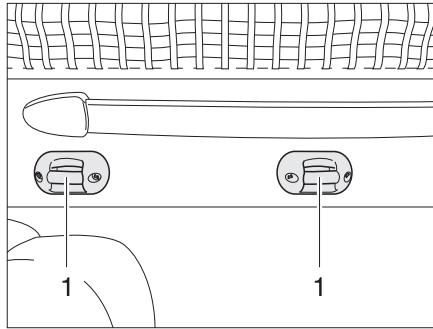

Fig. 174 Supporto scaletta di accesso
- Agganciare la scaletta di accesso al letto basculante con i due archetti incorporati nelle graffe (Fig. 174,1).